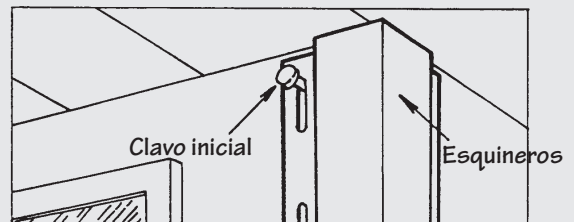

Figura 19.
- Separe los sujetadores un máximo de 16" (406mm) entre los paneles de revestimiento horizontal, cada 12" (305mm) para los paneles de revestimiento vertical, y cada 8" a 10" (203mm a 305mm) para los accesorios. Estas distancias se puede aumentar si el fabricante permite un espaciamiento mayor basado en pruebas de carga de viento. Comience fijando el revestimiento vertical y los esquineros en la superior de la ranura más alta para sostenerlos en su lugar. Coloque todos los sujetadores en el centro de las ranuras (Figura 19).